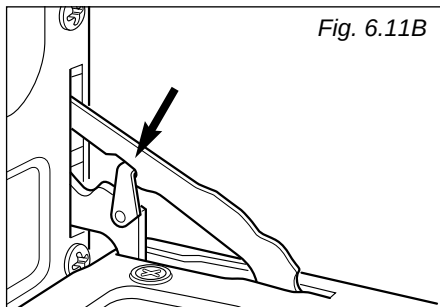

Fig. 6.11B
- Accrocher la bague de retenue au charnon opposé des charnières de gauche et de droite (fig. 6.11B).